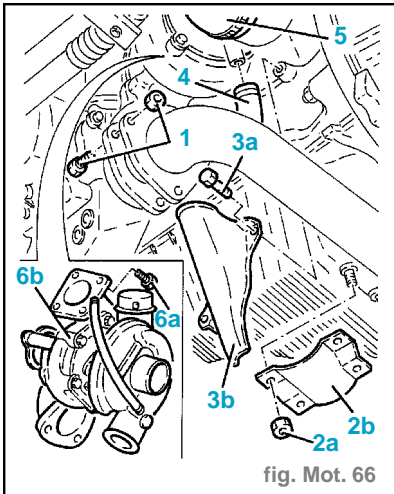

fig. Mot. 66
- Déposer le raccord (2) du tuyau d'entrée d'huile niveau du turbocompresseur.
- Dévisser les trois boulons (3) du turbocompresseur au niveau du collecteur d'échappement.
- Dévisser les boulons (1) du tronçon avant du tuyau d'échappement au niveau du turbocompresseur. (fig. Mot. 66)
- Déposer le tuyau (4) de sortie d'huile du turbocompresseur.
- Déposer, au niveau du turbocompresseur, le manchon d'amenée d'air (5) à l'échangeur de chaleur air-air.